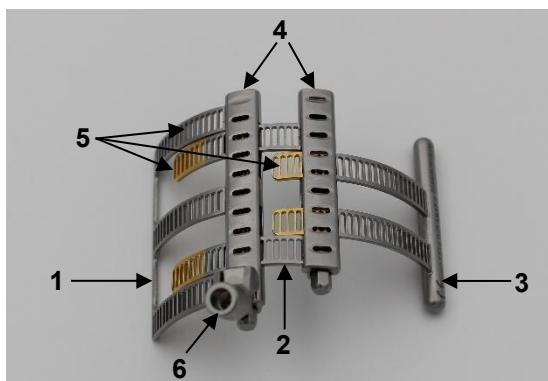

Abb. 1a: Treede Maxposition Blatt
Das großenverstellbare Treede Maxposition Blatt (Abb. 1a) besteht aus drei Elementen unterschiedlicher Größe: Basiselement (1), primäres Element (2) und sekundäres Element (3) (Abb. 1b). Ein Element setzt sich aus Kastenmodul (4) und Fächerblätter (5) zusammen (Abb. 1a). Mithilfe eines geeigneten Schraubendrehers, z. B. der Kardan Schraubendreher Torx LMT-4T (siehe Abschnitt 8) *Erforderliches Zubehör*, werden die Fächerblätter über die Zahnradachse, die sich innerhalb des Kastenmoduls (4) befindet, verstellt und es lässt sich die gewünschte Spreizweite einstellen.